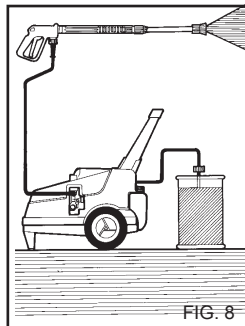

FIG. 8
1) Après l'emploi avec du détergent, rincer le circuit d'aspiration ; enfler le tuyau d'aspiration (fig. 8) du détergent dans un bidon d'eau propre et faire fonctionner la pompe pendant 1 minute avec le robinet de dosage complètement ouvert et la lance en phase de sortie du détergent.
4) Après l'emploi avec du détergent, rincer le circuit d'aspiration; enfilez le tuyau d'aspiration (fig. 8) du détergent dans un bidon d'eau propre et faire fonctionner la pompe pendant 1 minute avec le robinet de dosage complètement ouvert et la lance en phase de sortie du détergent.